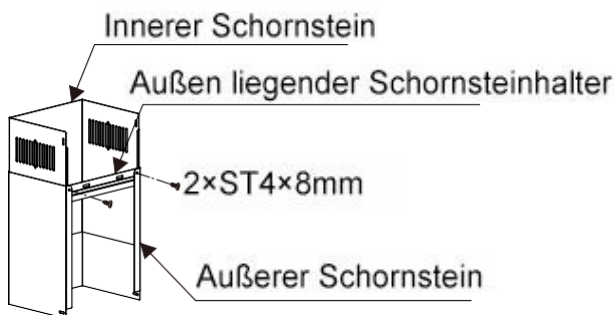

Figura 5
7. Montați suportul coșului de fum pe coșul de fum (a se vedea figura 5).